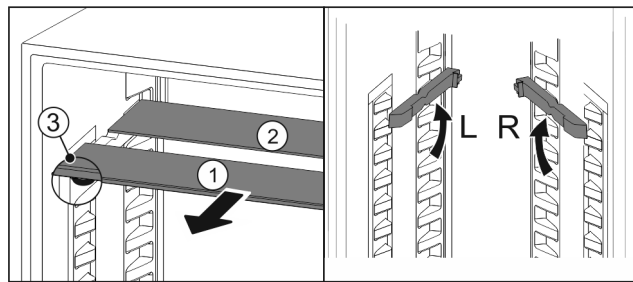

Fig. 100
- ▶ Extrageți Fig. 100 (1) pe rând plăcile de sticlă spre înainte.
- ▷ Placa de sticlă Fig. 100 (1) cu șipca decorativă se află în față.
- ▷ Opritoarele Fig. 100 (3) indică în jos.